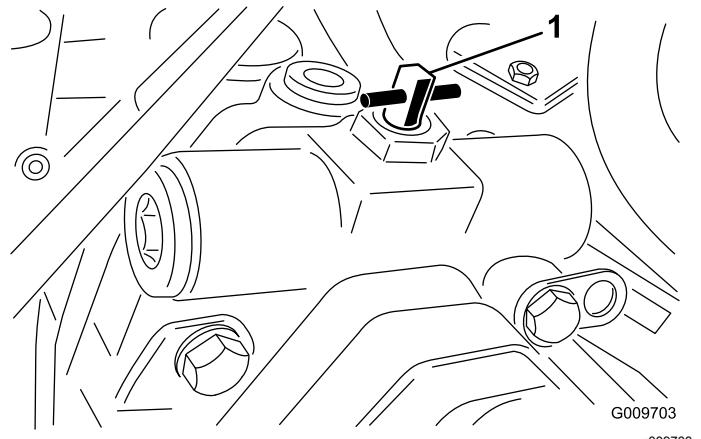

図 40
2. バイパスバルブのレバー図 40を右または左に 90°回転4分の1回転させると内部でバイパスが形成される。これにより、トランスミッションを破損することなく機械を押して移動できるようになる。バルブを開けたとき、どちらの方向に回したかを覚えておくこと。